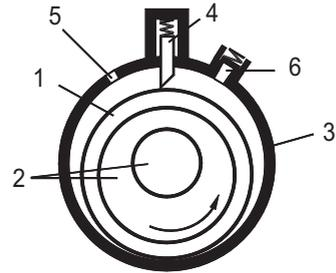

Abb. 2.4 Rollkolbenverdichter (Prinzip)
51. Abbildung 2.4 zeigt das Funktionsprinzip des *Rollkolbenverdichters*.